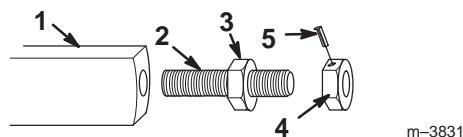

Bild 3
5. Nehmen Sie am Ende der Einstellschraube mit der bündigen Einstellmutter (Bild 3) eine Markierung quer über Mutter und Einstellschraube vor. Dadurch können Sie die exakte Position der Mutter bestimmen, wenn sie später installiert wird.
6. Entfernen Sie den Zylinderstift von der Einstellmutter und nehmen die Mutter von der Einstellschraube ab (Bild 3).
7. Drehen Sie das lange Ende der Einstellschraube in die Öffnung im Ende des Grabenzieherauslegers ein, bis die aufgeschweißte Mutter an der Einstellschraube das Ende des Auslegers berührt (Bild 3).